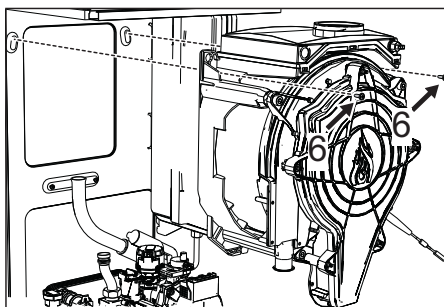

fig. 65
- Togliere le 2 viti **superiori "6"** di fissaggio scambiatore al telaio (fig. 65)